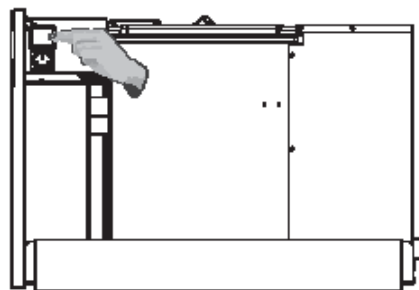

Рис. 14
1. Выключите прибор с помощью основного выключателя (рис. 14).